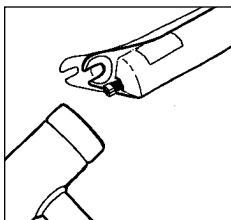

Fig. 5
- 3. Lösen Sie die Schaftschrauben mit einem 8 mm Sechskantschlüssel ein Stück, schlagen Sie kräftig mit einem Hammer auf die Schrauben, um sie vom unteren Rohr loszubrechen, und entfernen Sie die Schrauben vollständig (siehe Abb. 5). Öl aus dem oberen Ölbad läuft unten aus dem unteren Rohr, wenn Sie die Schaftschrauben entfernen. Fangen Sie das Öl in einem Behälter auf.